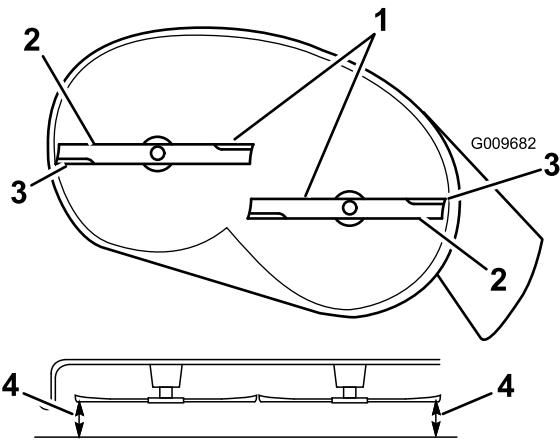
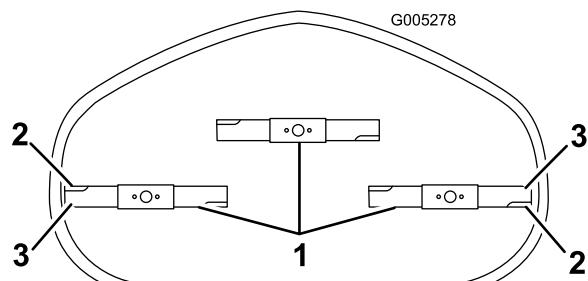

Bild 67
Bild 68
- Drehen Sie die Messer vorsichtig, sodass sie alle seitlich gestellt sind (Bild 67 und Bild 68).
- Messen Sie den Abstand zwischen den äußeren Schnittkanten und der ebenen Oberfläche (Bild 67 und Bild 68).